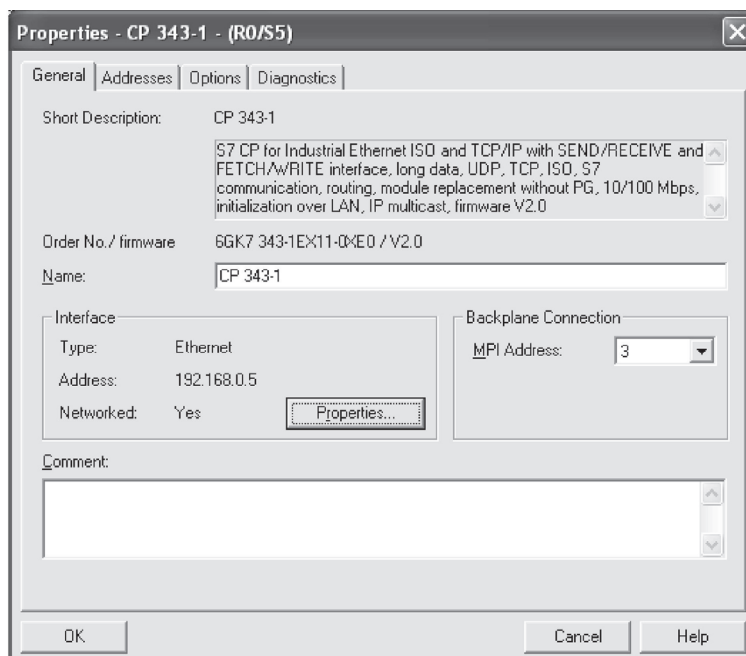

Рис. 1.26. Подключение интерфейсного модуля контроллера к сети передачи данных
Подключите коммуникационный процессор контроллера и рабочую станцию к сети передачи данных. Для этого двойным кликом мыши на соответствующем модуле зайдите в свойства, откроются окна, показанные на *рис. 1.26* и *1.27*. Нажмите на кнопку *Properties*, пропишите IP-адрес и маску подсети, указанные ранее. В разделе *Subnets* выберите *Ethernet (1)*.